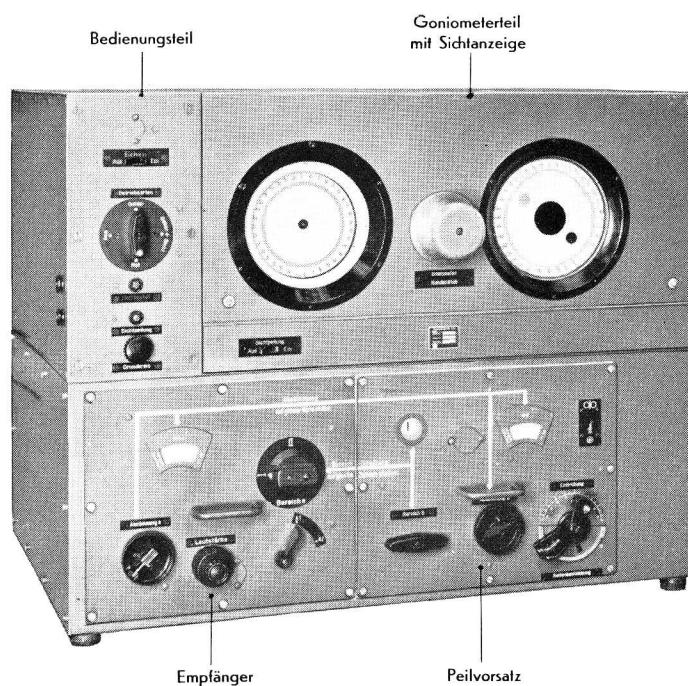

Abb. 5: Peilgerät (vgl. Zip. 110)
(vgl. Abb. 5 u. 7 u. Ziff. 110)
27. Der Peilvorsatz ist aus Leichtmetallguß gefertigt. Nach Lösen der vier rot umränderten Schrauben auf der Frontplatte kann das Gerät bequem aus dem Gestell herausgezogen werden, was zum Wechseln der Röhren und der Skalenlampen erforderlich ist. Die elektrische Verbindung geschieht über Messerkontakteisten im Gerät und Buchsenleisten im Gestell. Auf der Frontplatte sind folgende Bedienungsgriffe und Anzeigevorrichtungen angebracht (vgl. Abb. 5 u. Ziff. 110):
Auf der Frontplatte (vgl. Abb. 5 u. Ziff. 110) sind folgende Bedienungs- und Anzeigevorrichtungen angebracht:
31. Der Bedienungsteil ist aus Winkeleisen aufgebaut und mit Leichtmetallplatten abgedeckt. Er nimmt die zu den Hauptschaltvorgängen notwendigen Aggregate auf, wie den Betriebsartenschalter, den Eichschalter, Relais und Signallampen und Umspanner für die Eichspannung. Auf der Frontplatte sind folgende Bedienungsgriffe und Signaleinrichtungen angebracht (vgl. Abb. 5):